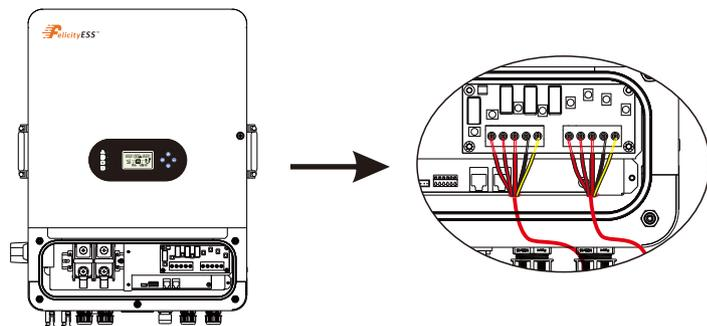

Figure 4.3-3 Ligne de connexion AC
Étape 1. Préparez les bornes et les câbles AC selon le tableau de droite. Voir la figure 4.3-3.